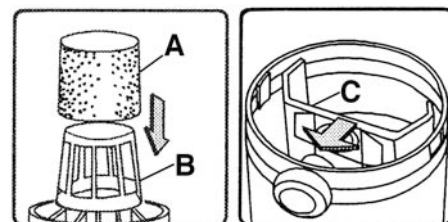

FIGURE 6
Quand vous aspirez des matériaux secs, pour assurer une filtration adéquate, le filtre en mousse devrait être utilisé pour aspirer des matériaux rudes faibles en poussières. Le filtre réutilisable devrait être utilisé ensemble avec le filtre en mousse, ou installez seulement le filtre-cartouche pour aspirer des matériaux rudes et poussières. Placez le couvercle/moteur assemblé en envers, glissez le filtre en mousse (A) Fig.6 ou le filtre-cartouche par dessus la cage (B). Si vous avez installer le filtre en mousse, glissez ensuite le filtre réutilisable par dessus le filtre en mousse. Maintenant le sac de poussière (C) doit être installé au bec intérieur dans la cuve. Placez le sac de poussière par dessus le bec intérieur, faite attention de ne pas endommager le sac de poussière pendant l'installation.
Quand vous aspirez des matériaux humides, pour assurer une filtration adéquate, le filtre en mousse doit être installé. Placez le couvercle/moteur assemblé en envers, glissez le filtre en mousse (A) Fig.6 par dessus la cage (B). Réinstallez le couvercle/moteur assemblé sur la cuve et fixez-le en place avec les deux verrous du couvercle.